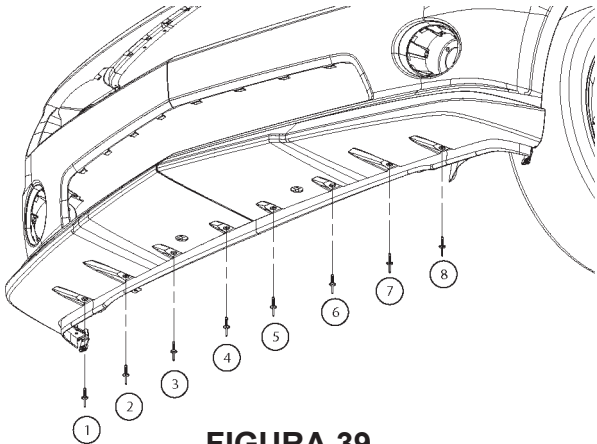

FIGURA 39
16. Asegure el revestimiento al salpicadero con 8 remaches de plástico. Consulte la figura 39.